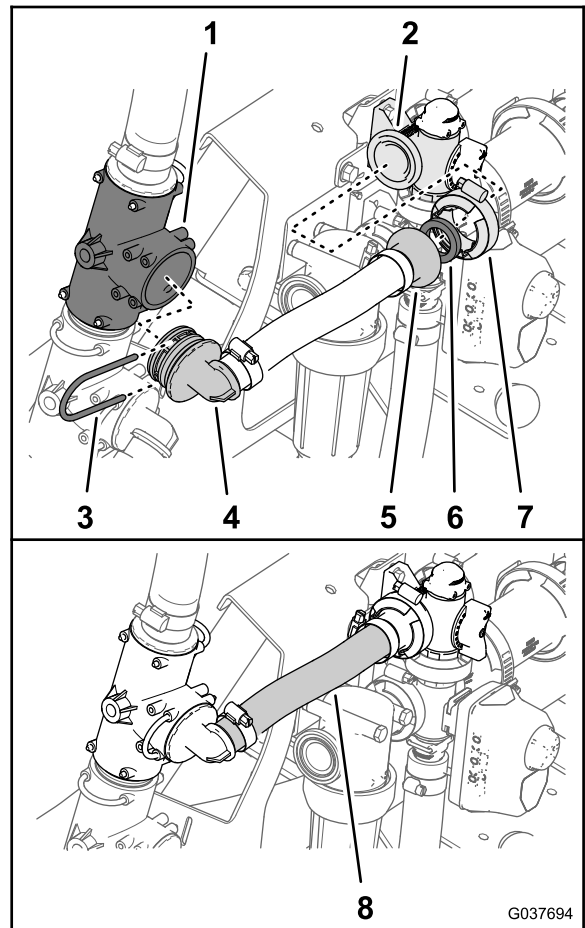

Рисунок 59
2. Установите прямоугольный штуцер типа «елочка» перепускного шланга перемешивания размером 25 x 254 мм (1 x 10 дюймов) на верхний тройник (Рисунок 59) с помощью держателя, снятого при выполнении пункта 2 в разделе Демонтаж перепускного шланга перемешивания и шланга подачи опрыскивателя (страница 18).
3. Закрепите фланцевый штуцер типа «елочка» перепускного шланга перемешивания и уплотнительную прокладку 25 x 35 мм (1 x 1-3/8 дюйма) на фланце перепускного клапана перемешивания (Рисунок 59) с помощью фланцевого хомута размером от 40 до 64 мм (от 1-9/16 до 2-1/2 дюйма).